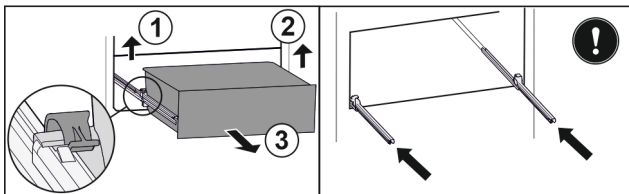

Fig. 101
- Podignite lijevu stezaljku i istovremeno izvucite ladicu lijevo prema naprijed. Fig. 101 (1)
- Podignite desnu stezaljku i istovremeno izvucite ladicu desno prema naprijed. Fig. 101 (2)
- Izvadite ladicu prema naprijed. Fig. 101 (3)